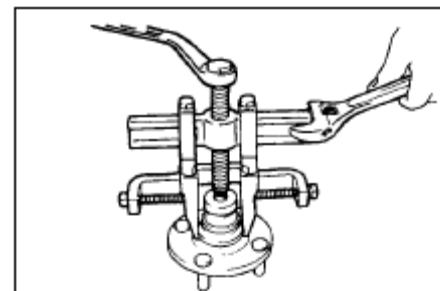

Рис. 156
- (2) С помощью съемника, снимите внутреннее кольцо подшипника ступицы левой оси со ступицы левой передней оси.(рис. 156)